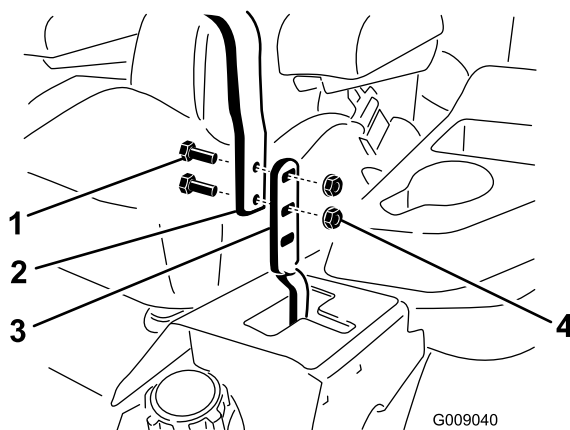

Figura 98
3. Allentate i bulloni e i dadi delle flange montati sulle leve (Figura 98).